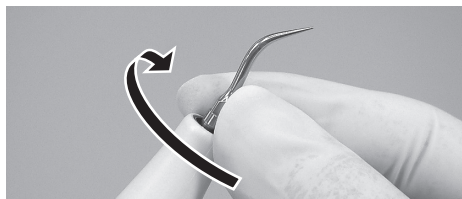

図14
- 1) チップは最初手で軽くしるまでねじ込みます。(図 14)